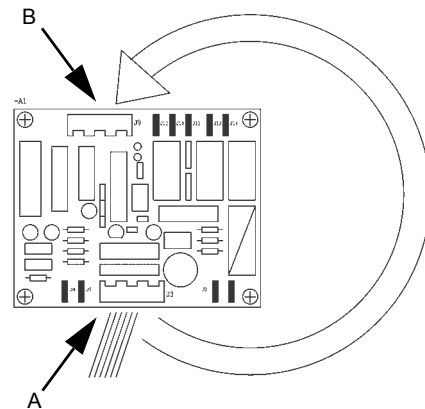

Fig. 5 Placa de circuitos electrónicos
2. Extraiga el conector de control de su posición original, véase la fig. 5, pos. A, e inserte el conector en la posición de emergencia, véase la fig. 5, pos. B.